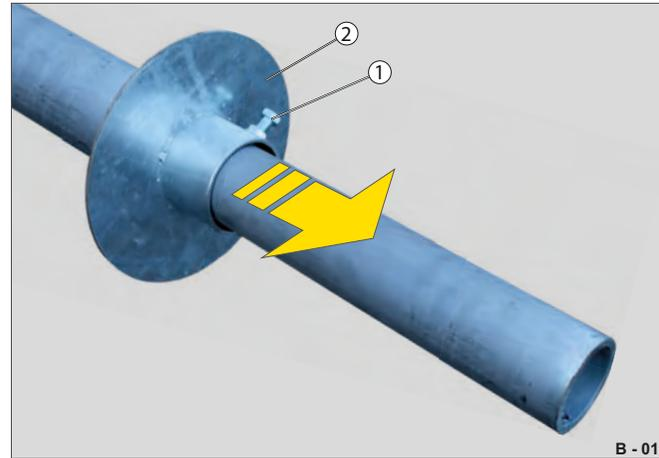

Fig. 5 Retrait des collerettes
- ▶ Desserrez les vis (Fig. 5 /1).
- ▶ Retirez les collerettes gauche et droite (Fig. 5 /2) de l'axe de transport.